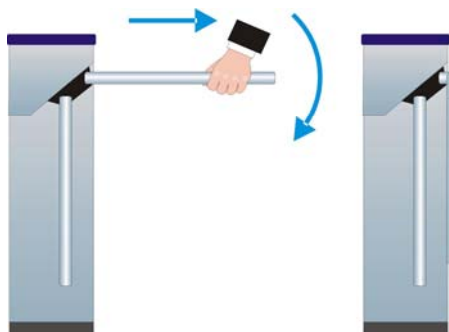

Рисунок 10 Использование преграждающих планок «Антипаника»
10.6.2 Дополнительным аварийным выходом также могут служить преграждающие планки «Антипаника» **PERCo-AA-01**. Конструкция этих планок позволяет быстро организовать свободный проход без применения специальных ключей или инструментов. Для этого необходимо потянуть преграждающую планку, перекрывающую зону прохода, в осевом направлении в сторону от стойки турникета, до высвобождения механизма поворота планки, и затем сложить планку, опустив ее вниз (см. рис. 10).